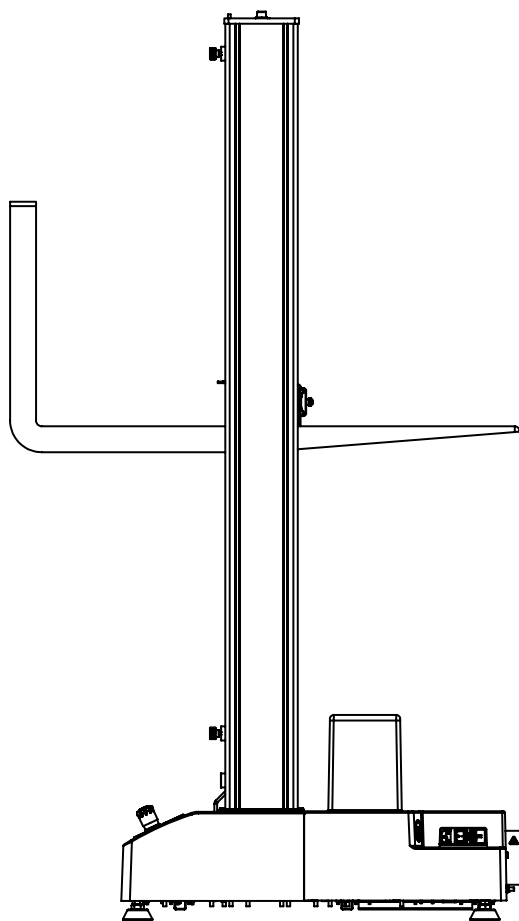

Figure 11. Levage du bâti par la traverse
2. A l'aide d'un chariot élévateur dont la fourche est rembourrée ou moyennant un matériau de rembourrage placé autour de la traverse, insérez avec précautions la fourche sous la traverse entre les colonnes. Voir Figure 11 à la page 64.